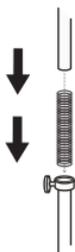

Figura 2
2. Deslice el muelle y el polo interior de acero inoxidable dentro del polo exterior con el extremo abierto hacia arriba (Figura 2).